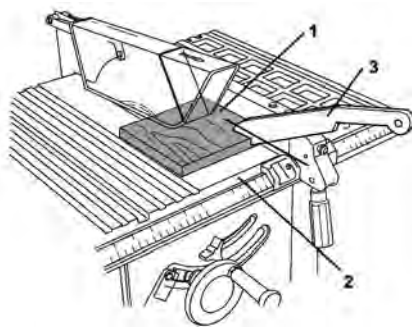

fig. 21 – corte longitudinal con instrumento auxiliar
5. Siempre mantenga sus manos fuera de la base de la máquina, para evitar que las manos se aproximen a la base de la máquina (2), termine el corte con el instrumento auxiliar para corte de piezas pequeñas (3), fig. 21.